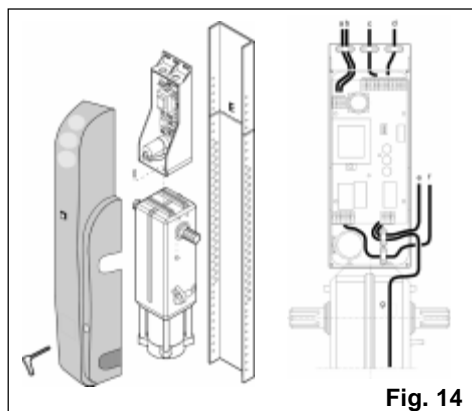

Fig. 14
- Avec l'arbre de rotation orienté vers le haut (fig. 14)
Les fig. 14 et 15 montrent aussi le cheminement et la fixation conseillés des câbles dans le support de platine.